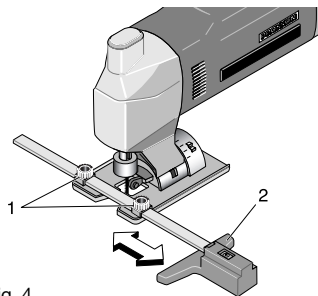

Fig. 4
1. Klemmschraube 1 (Fig.4) lösen.
2. Anschlag (2) auf das gewünschte Maß einstellen und Klemmschrauben wieder festziehen.